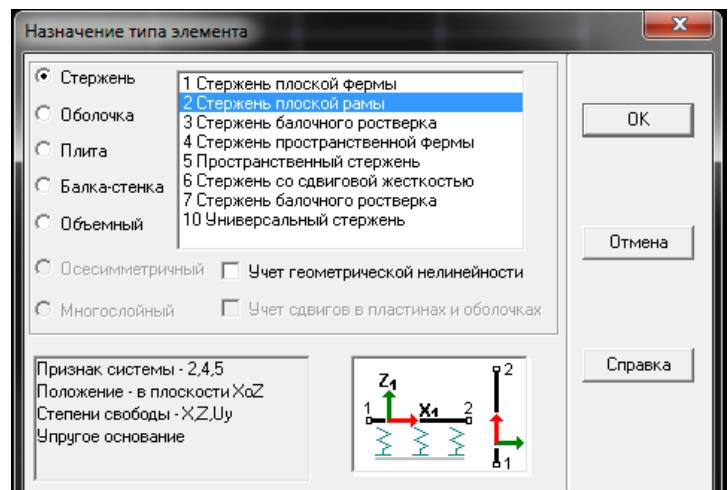

Рисунок 2.12 - Диалоговое окно SCAD
9. Назначение опорных связей (опор) осуществляется в диалоговом окне **Связи** (рис.2.12), которое появляется при нажатии кнопки «Установка связей в узлах» инструментальной панели вкладки **Назначения**.
10. Тип конечных элементов (КЭ) играет не маловажную роль в точности определения напряженно-деформированного состояния конструкции от действия внешних нагрузок. Тип КЭ, наиболее точно подходящий для расчетной схемы можно выбрать в диалоговом окне **Назначение типа элемента** (рис.2.12), вызываемое нажатием кнопки  на инструментальной панели при активизированной вкладке **Назначение**.